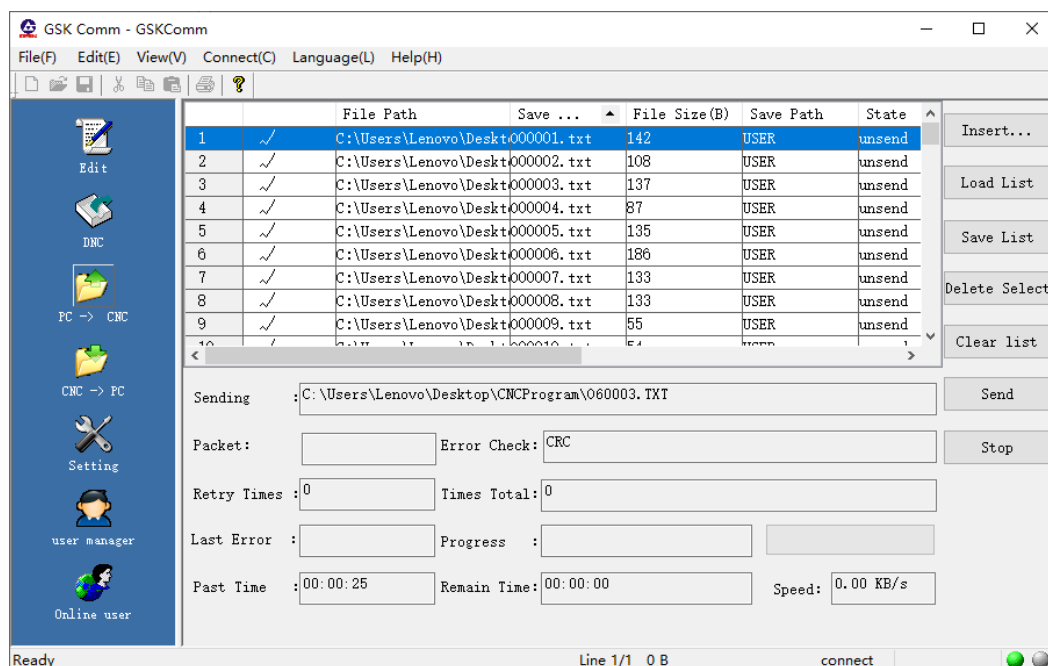

Figura 11-2-2-7
6. Una vez enviado el archivo, aparecerá “enviado” en la barra de estado de cuadro de diálogo. Como se muestra en la figura 11-2-2-8.